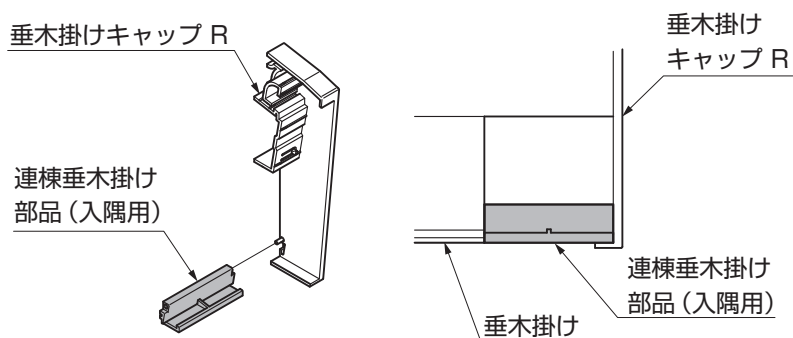

図19-1
① 連棟垂木掛け部品を垂木掛けキャップに取付けてください。(図19-1参照)